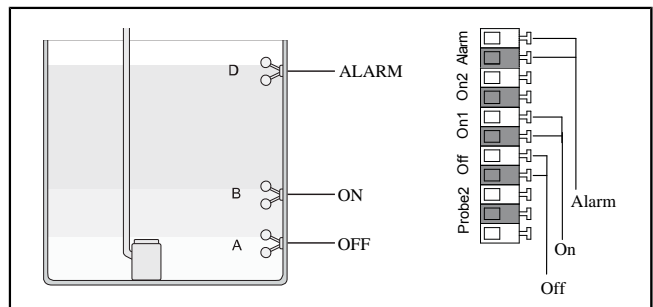
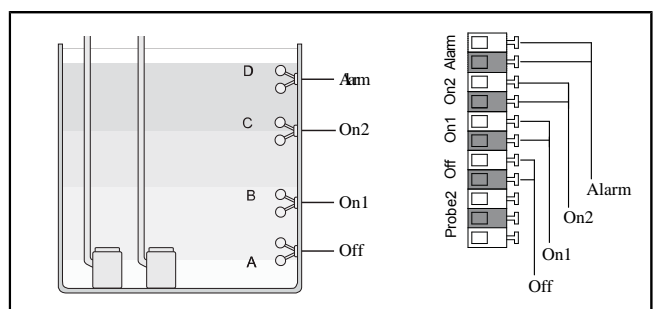

Fig. 3: Interrupteur à flotteur Mono (sans ATEX)
Fig. 4: Interrupteur à flotteur Duo (sans ATEX)
- ▶ Extraire le tampon borgne (1).
- ▶ Raccorder les extrémités du câble de l'interrupteur à flotteur aux bornes reproduites. (cf. "Fig. 3: Interrupteur à flotteur Mono (sans ATEX)", page 55 + cf. "Fig. 4: Interrupteur à flotteur Duo (sans ATEX)", page 55)